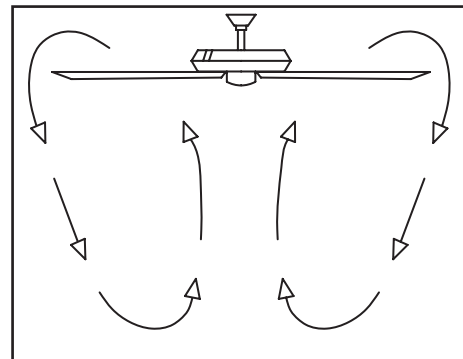

Figura 19
**Clima frío** - (Reversa) Un flujo de aire hacia arriba desplaza el aire cálido lejos del techo, como muestra la Figura 19. Esto te permite fijar tu unidad de calefacción en configuración más baja sin afectar tu comodidad.